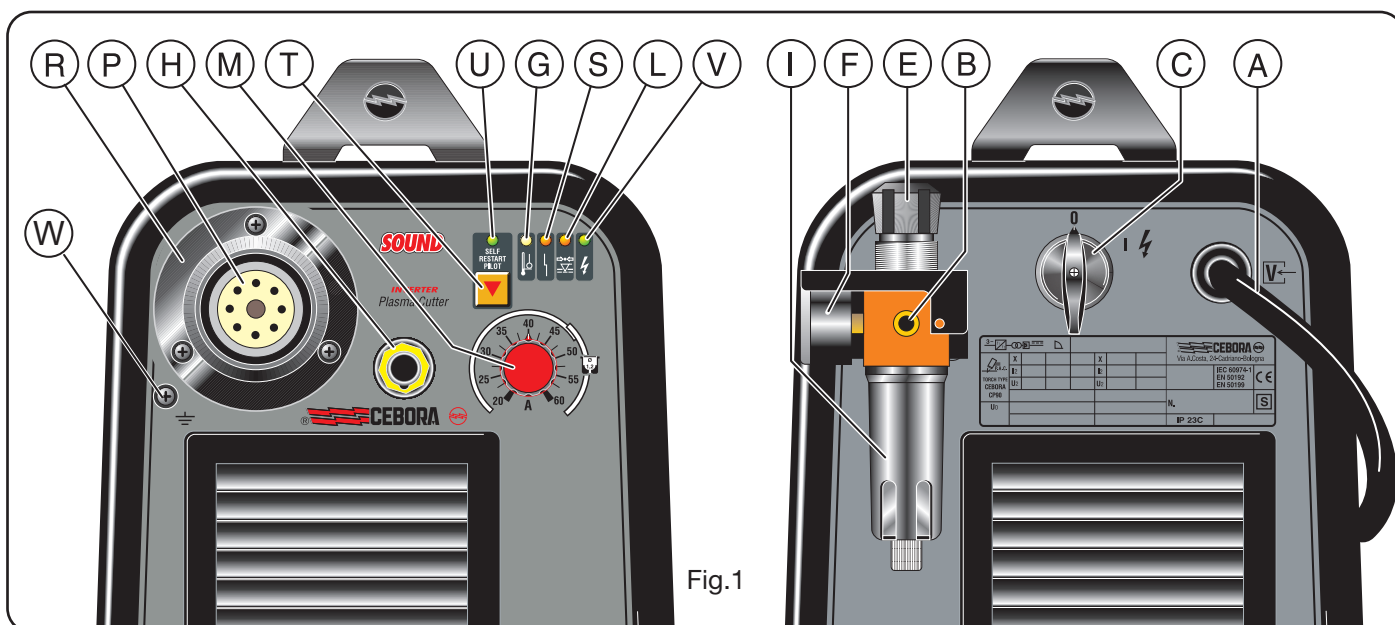

Fig.1
### 2.1 MONTAGGIO TORCIA (Fig. 1)
1) Per evitare sovraccarichi. E' evidenziata dall'accensione continua del led **G** (vedi fig.1).
Posta sull'alimentazione della torcia per evitare che la pressione aria sia insufficiente. E' evidenziata dall'accensione del led **L** (vedi fig.1). Se il led **L** si accende in modo intermittente significa che la pressione è scesa momentaneamente al di sotto di  $3,2 \div 3,5$  bar.